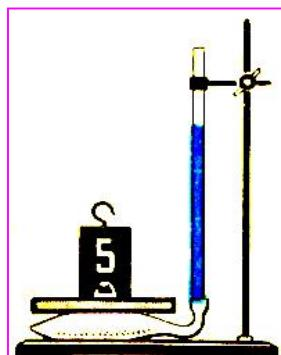

Рис.35.3. Нагруженная футбольная камера.
3. На рис. 35.3 изображена футбольная камера, соединенная с вертикально расположенной стеклянной трубкой. В камере и трубке находится вода. На камеру положена дощечка, а на нее – гиря массой 5 кг. Высота столба воды в трубке 1 м. Определите площадь соприкосновения дощечки с камерой.